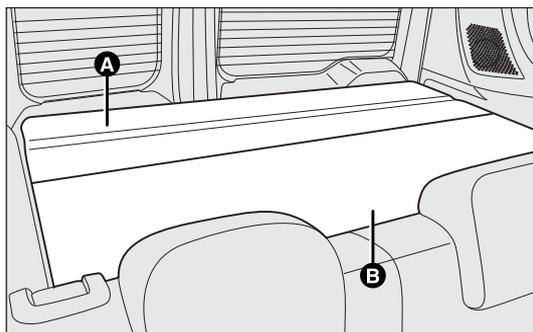
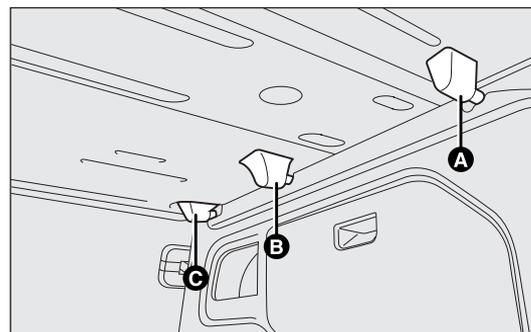

fig. 87
fig. 88
- ouvrir les portes à battants arrière ; soulever la partie avant A-fig. 87 en décrochant le tourillon A-fig. 88 de son logement
- soulever la partie arrière B-fig. 87 en décrochant les tourillons B et C-fig. 88 de leurs logements.